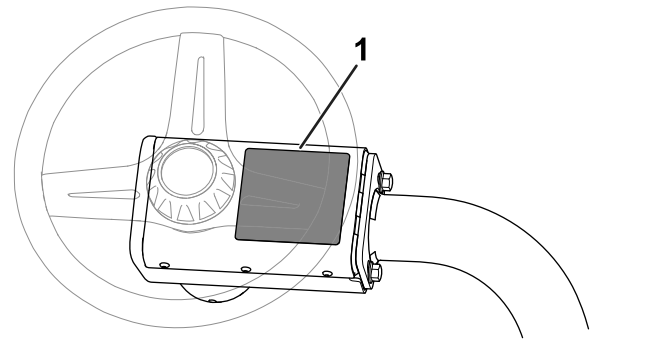

Figura 12
- **Autocolant de avertizare CE:** Aplicai eticheta de avertizare CE (nr. piesă 139-8321) peste autocolantul de avertizare existent (nr. piesă 139-8320) pe capacul volanului; consultați Figura 12.